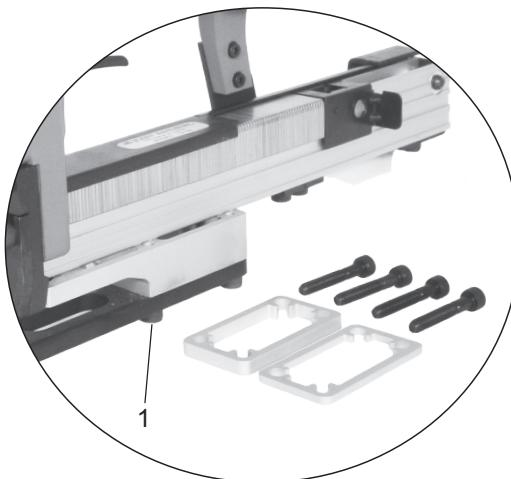

Fig. 4
- Dévissez les 4 vis cylindriques (Fig. 4/1).